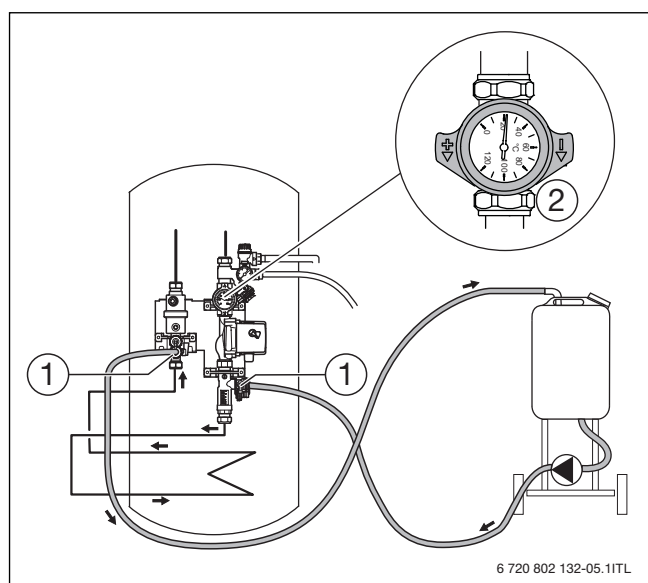

Fig. 18 Påfyldning under pumpestationen
- Tilslut fyldestationen som vist på fig. 18.